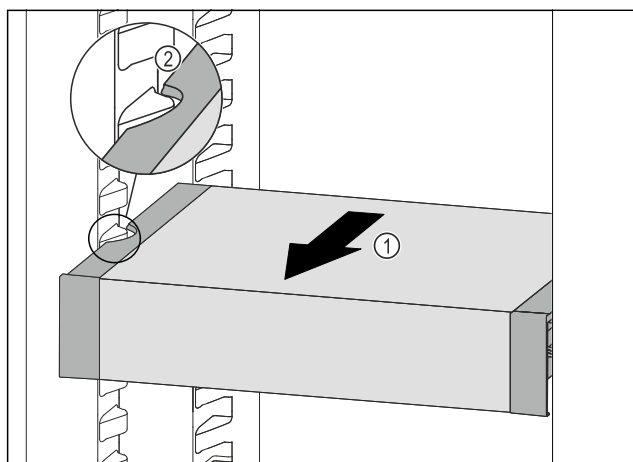

Fig. 222
- Tirare VarioSafe in avanti Fig. 222 (1) fino a quando le cavità laterali di VarioSafe non si trovano al livello della nervatura del contenitore nel vano frigorifero. Fig. 222 (2)